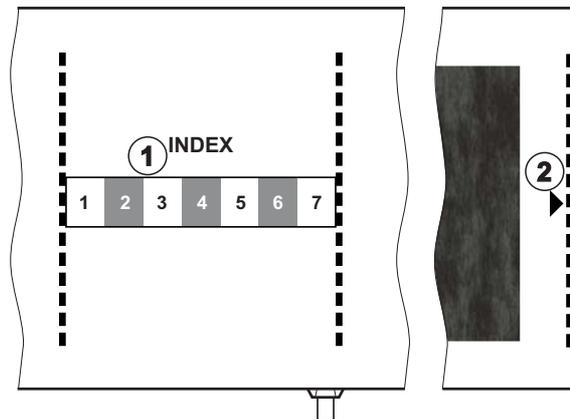

Fig. 11-6 Marcações para tamanho correto do manguito
O tamanho do manguito é correto para a circunferência do braço do paciente caso a linha pontilhada indicada por uma seta (na borda do manguito, veja Fig. 11-6, ② ) esteja localizada na faixa marcada por um “ÍNDICE” ( ① ) quando o manguito é aplicado.